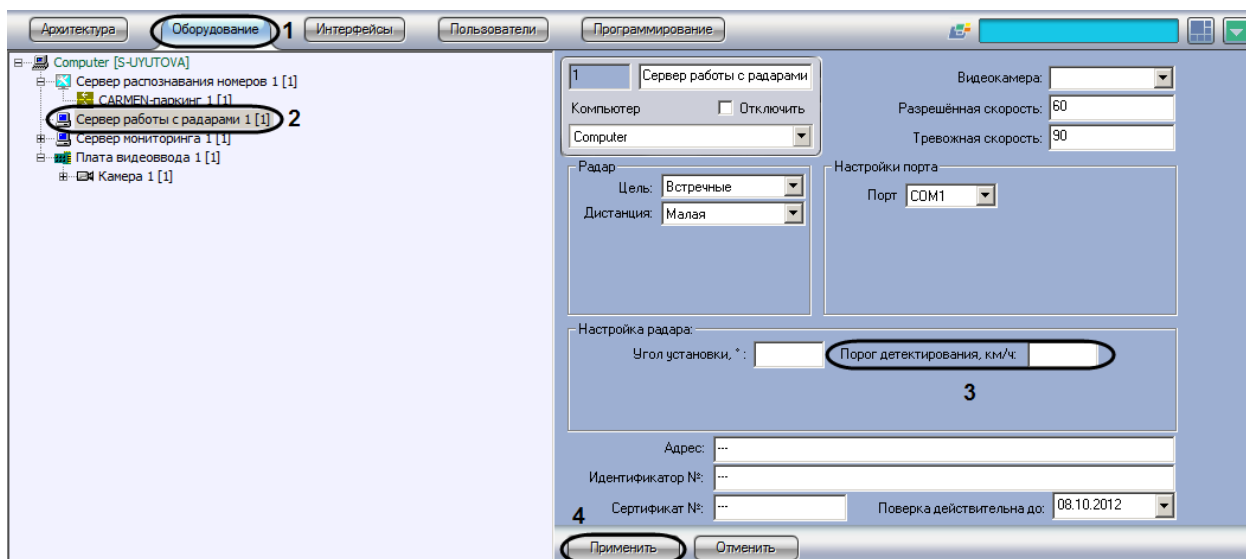

Рис. 7.3—8. Указание минимальной скорости движения транспортного средства, определяемого устройством «Радар»
2. В дереве объектов на вкладке «Оборудование» выбрать объект «Сервер работы с радаром», соответствующий настраиваемому программному модулю «Радар» (см. Рис. 7.3—8, 2). В правой части вкладки «Оборудование» отобразится панель настройки выбранного объекта.
3. Задать в поле «Порог детектирования, км/ч» минимальную скорость движения транспортных средств, определяемую устройством «Радар» (см. Рис. 7.3—8, 3).
4. Нажать кнопку «Применить» (см. Рис. 7.3—8, 4).